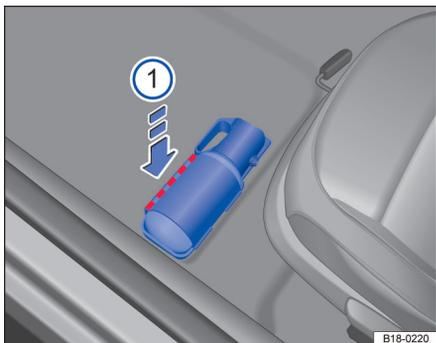

图 124 灭火器支架
- 按箭头方向施力按下盖板边缘（图中红色虚线区域）⇒图 124①，松开①处卡孔对卡扣的紧固。
- 按箭头方向施力按下盖板边缘，盖板会自然卡紧关闭⇒图 124。